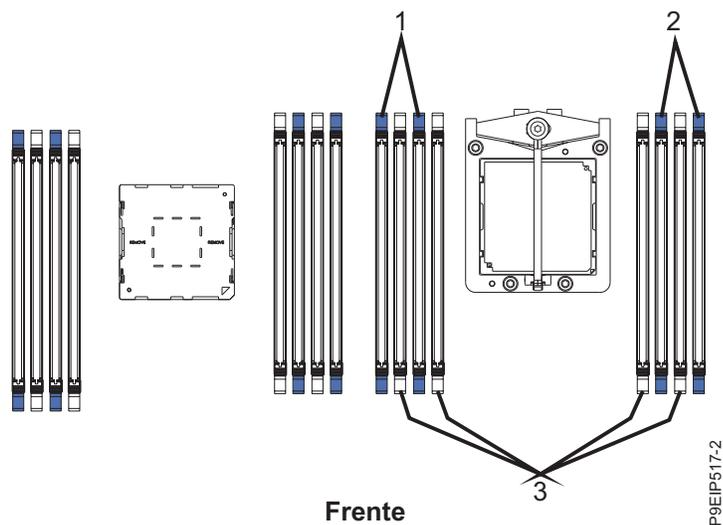

Figura 14. Sequência de conexão de processador único
- Para um sistema de processador único, use Tabela 3 na página 18 e Figura 14 na página 18.